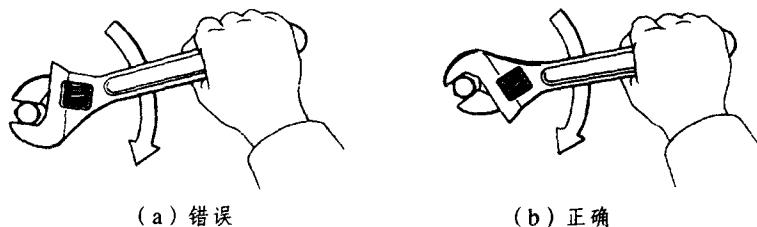

图 1-23 活动扳手的使力
③ 转动活动扳手使负荷作用在固定爪端,因它能比活动爪承受更大的力,见图 1-23。